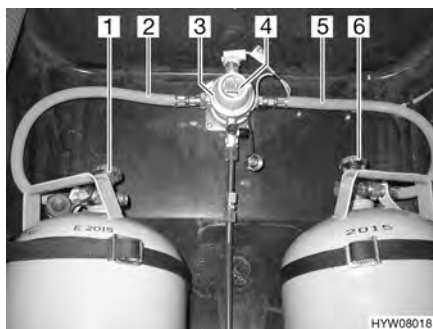
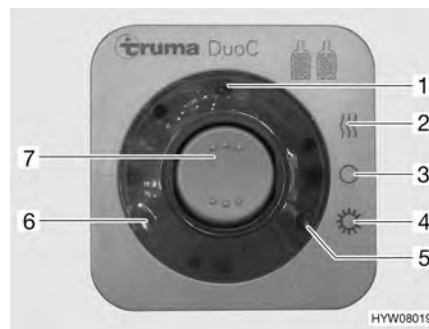

Fig. 104 Dispositif de commutation DuoControl
Fig. 105 Unité de commande
Le dispositif de commutation DuoControl est composé d'une valve de commutation (Fig. 104,3) et de l'unité de commande (Fig. 105). La valve de commutation est montée entre les lyres (Fig. 104,2 et 5). Un bouton rotatif (Fig. 104,4) situé sur la valve de commutation permet de définir laquelle des bouteilles de gaz est celle de service et laquelle est celle de réserve.
Seules les fonctions électriques peuvent être activées sur l'unité de commande (Fig. 105). Les robinets principaux des bouteilles de gaz (Fig. 104,1 et 6) doivent être ouverts manuellement.
La valve de commutation garantit une pression du gaz constante, indépendamment de la bouteille qui fournit le gaz. Les deux voyants de contrôle de l'unité de commande indiquent le niveau de remplissage de la bouteille de service. Lorsque le voyant de contrôle vert (Fig. 105,6) s'allume, la bouteille de service est entièrement chargée. Lorsque le voyant de contrôle rouge (Fig. 105,5) s'allume, la bouteille de service est vide. L'alimentation en gaz s'effectue également par la bouteille de réserve.
- Ouvrir les robinets principaux des bouteilles de gaz (Fig. 104,1 et 6).
- Choisir la bouteille de gaz avec le bouton rotatif (Fig. 104,4) de la valve de commutation (Fig. 104,3) à partir de laquelle le gaz sera utilisé principalement (bouteille de service).
- Mettre en marche le dispositif de commutation DuoControl sur l'unité de commande (Fig. 105).
Pour ce faire, régler le commutateur à bascule (Fig. 105,7) sur régime hiver "Marche et chauffage" (Fig. 105,2) ou bien sur régime été "Marche" (Fig. 105,4). La valve de commutation est maintenant désaérée. Le voyant de contrôle jaune (Fig. 105,1) s'allume si le régime hiver est sélectionné et l'installation de dégivrage est activée.
- Mettre le commutateur à bascule (Fig. 105,7) sur "O" (Fig. 105,3). Le voyant de contrôle jaune (Fig. 105,1) s'éteint.
- Fermer les robinets principaux des bouteilles de gaz (Fig. 104,1 et 6).
**Affichage à distance** Les voyants de contrôle de l'unité de commande (Fig. 105,5 et 6) signalisent à l'intérieur du véhicule si la bouteille de gaz est en état de marche.
**Remplacement des bouteilles de gaz** Si le voyant de contrôle vert (Fig. 105,6) s'éteint durant le fonctionnement et le voyant de contrôle rouge (Fig. 105,5) s'allume, la bouteille de gaz définie comme bouteille de service est vide et doit être remplacée. La bouteille de réserve alimente les appareils à gaz.